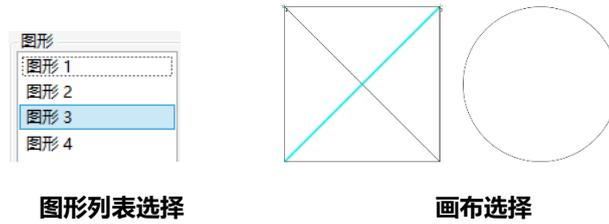

图 5.3.3b 选择图形
操作：①选择需要修改编辑的图形，可通过图形列表选择，也可在画布中选择图形。以选中图形 3 为例，如下图 5.3.3b 所示。
操作：①选中需要编辑的图形，如图 5.3.3b 所示。